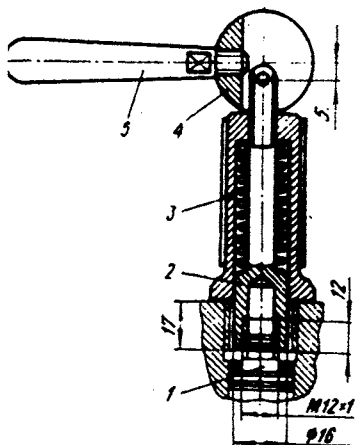

Рис. 90. Съемник седла нагнетательного клапана:
3) снять конtringящие сухари, вывернуть штуцеры и, пользуясь специальным съемником (рис. 90), извлечь из корпуса насоса седла с нагнетательными клапанами. Для снятия на вернуть оправку 2 съемника на резьбу седла 1 нагнетательного клапана до упора втулки 3 в корпус насоса. Поворачивая эксцентрик